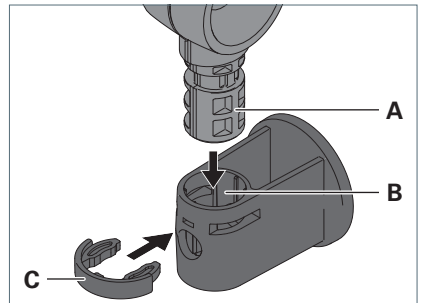

Fig. 6: Leuchte an Adapter montieren.
- ▶ Stecken Sie den Zapfen **A** am Gestänge der Leuchte in die Öffnung **B** des Adapters, siehe Fig. 6.